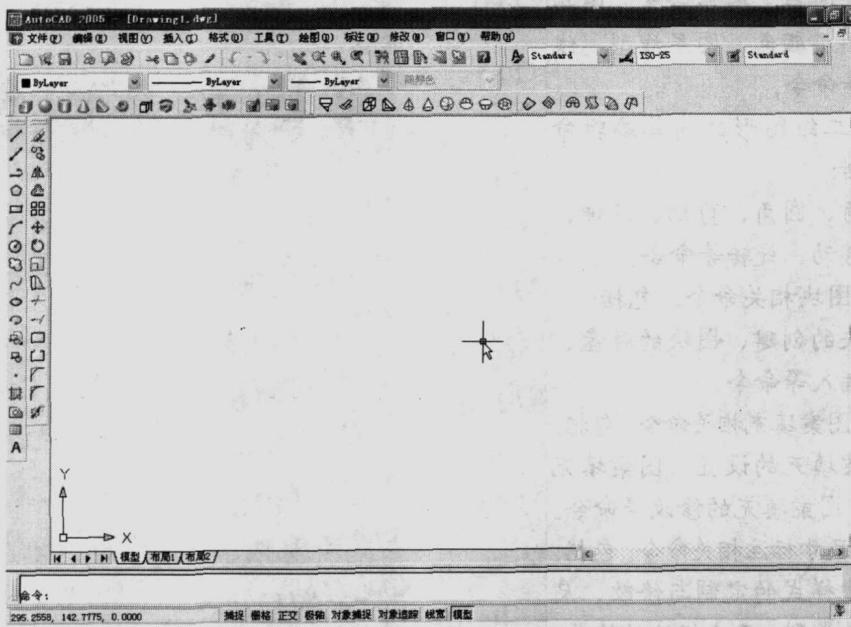

图 1-1 打开 Auto2005 中文版
1. 在成功安装了 AutoCAD 2005 中文版之后，直接双击 AutoCAD 2005 中文版应用程序的图标就可以打开一个新的后缀名为.dwg 的 AutoCAD 文件，窗口如图 1-1 所示。
**说明：**按照 AutoCAD 本身提供的默认路径选择，在“C:\ Documents and Settings\ Administrator\ Local Settings\ Application Data\ Autodesk\ AutoCAD 2005\ R16.0\chs\ Template”下，如果选择 acadiso，则是空白的模板，也是 AutoCAD 默认的模板。此外，AutoCAD 2005 中文版提供了大量的带有标题栏的模板，可以根据自己的需要进行选择。以 acadiso 为例，双击对话框中的 acadiso 或者在【文件名】文本框内输入“acadiso”，单击【打开】按钮，则出现图 1-1 所示的窗体。
在打开 AutoCAD 2005 中文版时，会出现图 1-1 所示的窗口。